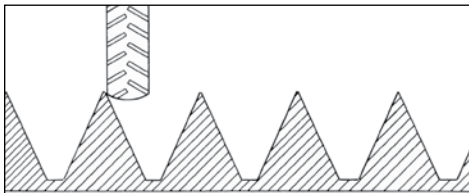

FIGURA 8
- Na **Figura 8** observamos uma condição não indicada de sulco, porque o trator, pode escorregar.